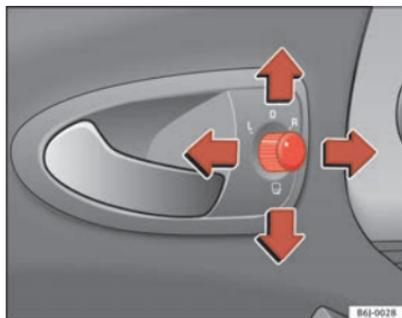

Abb. 63 Drehknopf für Außenspiegeleinstellung
1. Drehen Sie den Drehknopf \Rightarrow Abb. 63 in Stellung **L** (linker Außenspiegel).
- Drehen Sie den Drehknopf \Rightarrow Abb. 63 in Stellung , um die Außenspiegel anzuklappen. Sie sollten die Außenspiegel immer anklappen, wenn Sie eine automatische Waschanlage durchfahren, um Beschädigungen zu vermeiden.